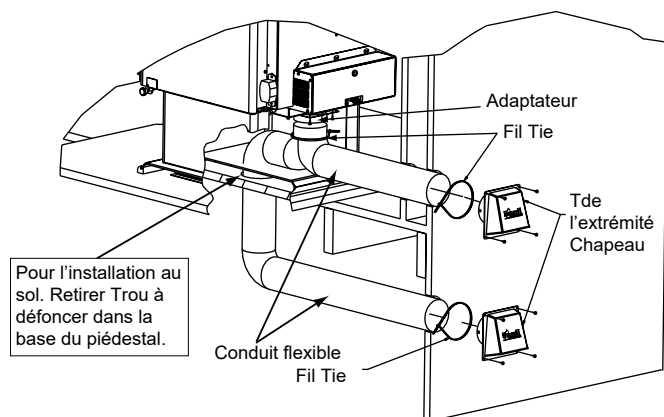
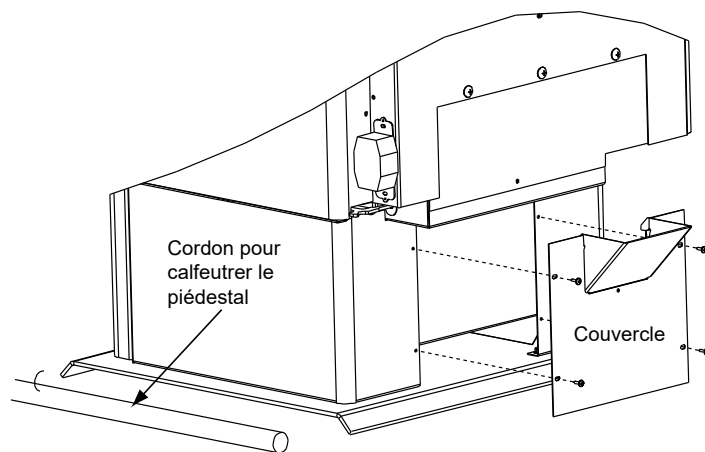

Figure 16.1. - Installation au sol et à l'arrière
Figure 16.2
2. Utilisez un tournevis à tête cruciforme no 2 pour fixer l'adaptateur flexible à l'appareil au moyen de 4 vis (**Figure 16.1**).
Dans certains cas, vous ne pourrez pas installer le tuyau flexible comme illustré à la **figure 16.1**. Dans ce cas, vous devrez commander le kit SRV7033-041 qui inclut la plaque de recouvrement et le cordon d'étanchéité illustrés à la **figure 16.2**. Le but est d'étanchéifier le piédestal pour que l'air de la pièce ne puisse pas s'infiltrer dans le piédestal.